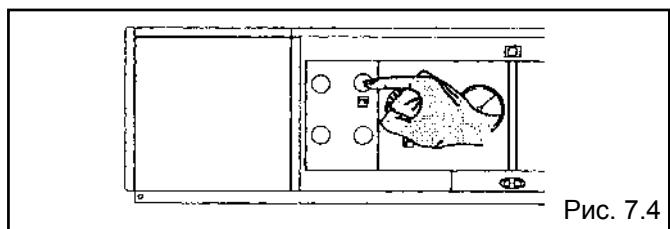

Рис. 7.4
- нажмите кнопку включения бойлера и убедитесь, что зажегся зеленый индикатор «сеть» (рис. 7.4).